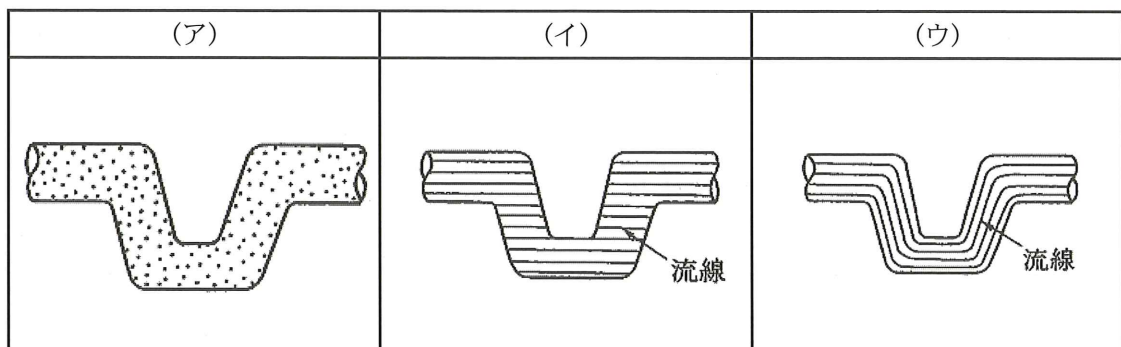

図3 各種加工における金属組織の流れ
(2) 次の図3は各種加工における金属組織の流れを示したものである。この中から鍛造品の金属組織の流れを選択し、記号で答えよ。